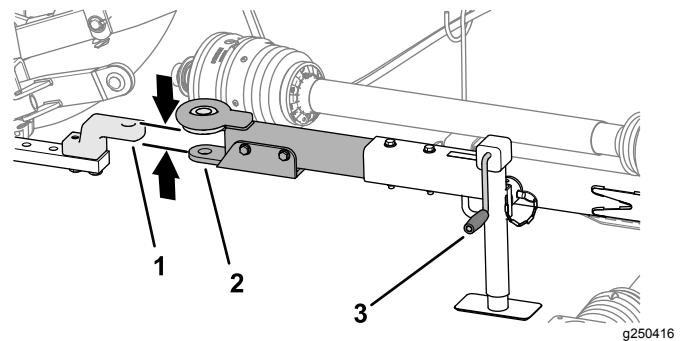

Figura 28
1. Utilize a pega do macaco para levantar ou baixar a barra de reboque e alinhe a barra de reboque com a lan a de tra  o ou com o engate pintle (**Figura 28**).
3. Alinhe a lan a de tra  o ou o engate pintle do ve culo de reboque com a barra de reboque do cortador (**Figura 28**).